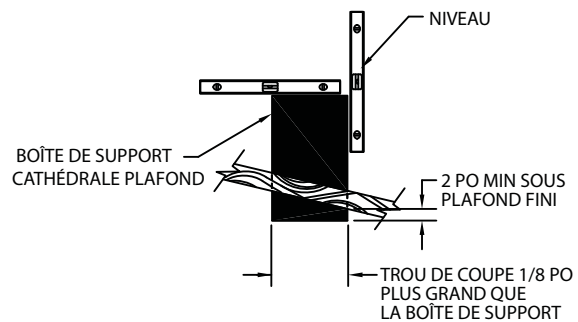

Figure 20
Étape 4. Abaisser la boîte d'encastrement dans l'ouverture du toit jusqu'à ce qu'elle dépasse d'au moins 51 mm (2 pouces) sous le côté inférieur du plafond (**Fig. 20**). La mettre de niveau verticalement et horizontalement à l'aide d'un niveau. Agraffer temporairement la boîte en place dans les murs intérieurs et le voligeage.